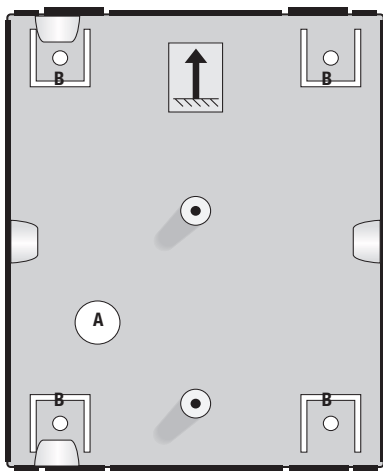

fig.1: inbouwkast 10-200-04 met aanduiding bovenzijde
Voer de verbindingskabel door de voorziene opening (A) in de inbouwkast. Plaats met behulp van schroeven (B) de inbouwkast op de gewenste plaats in de muur op een hoogte afhankelijk van de toepassing (tabel 1). Zorg ervoor dat de juiste zijde van de inbouwkast naar boven gericht is (fig.1), zodat de twee montagegaten in de buitenpost recht tegenover de schroefverbindingen in de inbouwkast staan.